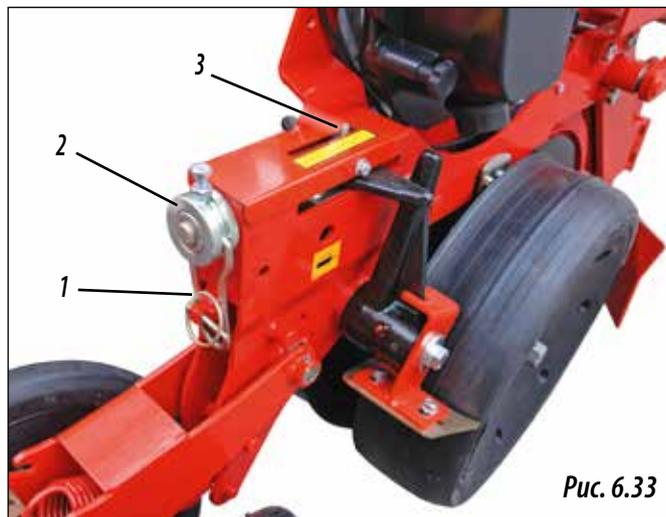

Рис. 6.33
- 1- Достать штифт (1, рис. 6.33), чтобы разблокировать рукоятку (2, рис. 6.33).
- 2- Повернуть рукоятку до нужной глубины заделки семян, ориентироваться на указатель глубины (3, рис. 6.33).
- 3- Когда необходимая глубина установлена, опустить рукоятку и закрепить ее штифом (2, рис. 6.33), чтобы зафиксировать (1, рис. 6.33) заданную глубину заделки семян.